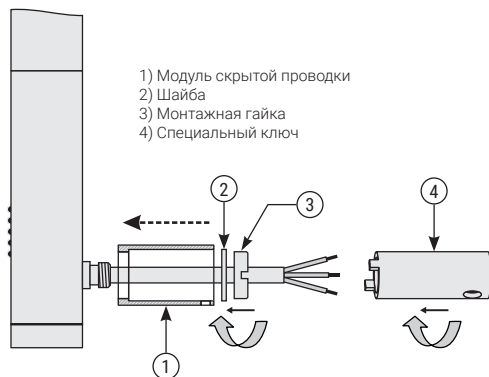

Рис.4
1.6. Открутить с обратной стороны МЭМ декоративную заглушку (рис.2) и установить корпус модуля скрытой проводки согласно (рис. 4).